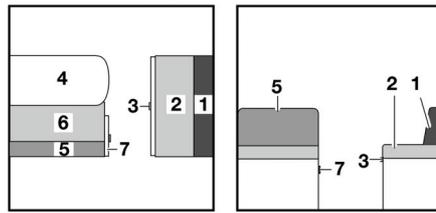

Bild 153 Vor dem Umbau
- Tisch (Bild 153,4) vergrößern und zum Bettunterbau umbauen (siehe Abschnitt 7.8).
- Griff ziehen und Klappe (Bild 153,7) öffnen.